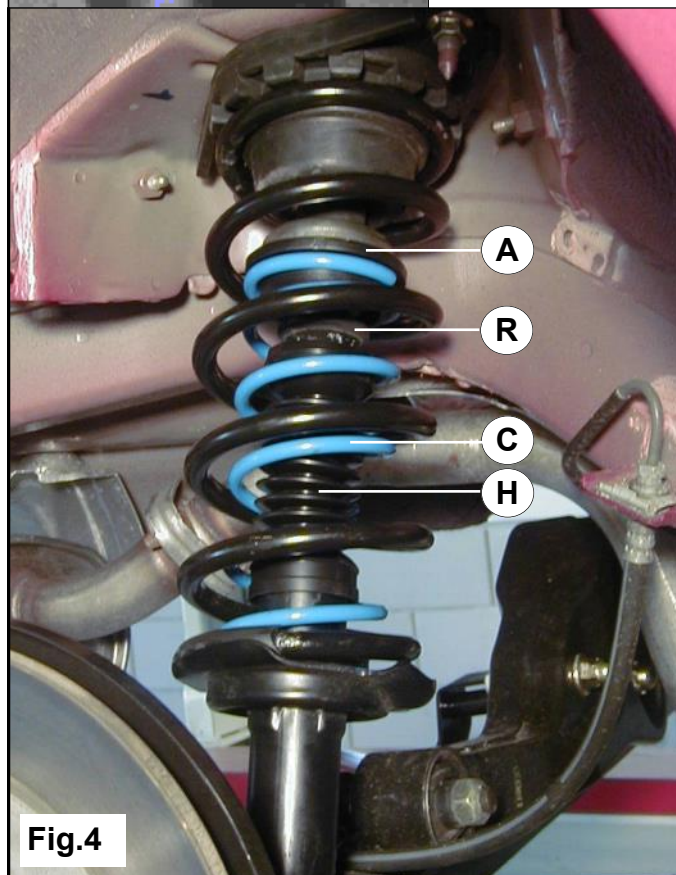

Fig.4
8. Platzieren Sie die Niveaufeder **C** auf den Stoßdämpfer. (Siehe Bild 4).